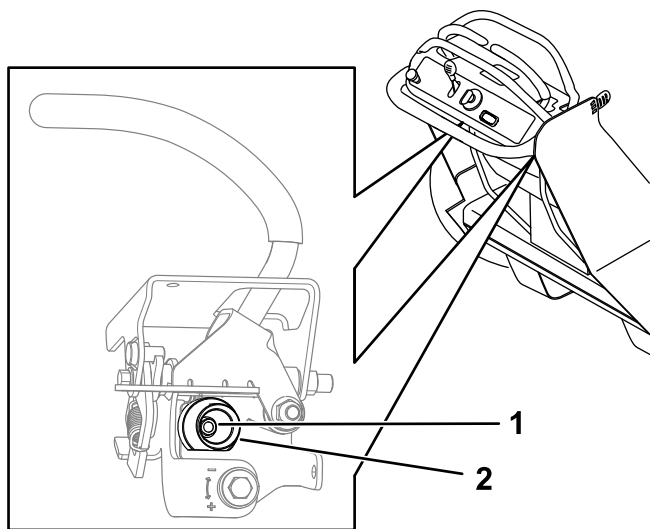

Figura 60
- Ajuste la leva hasta que se alinee con la otra palanca de control de movimiento y apriete la tuerca de la leva (Figura 60).